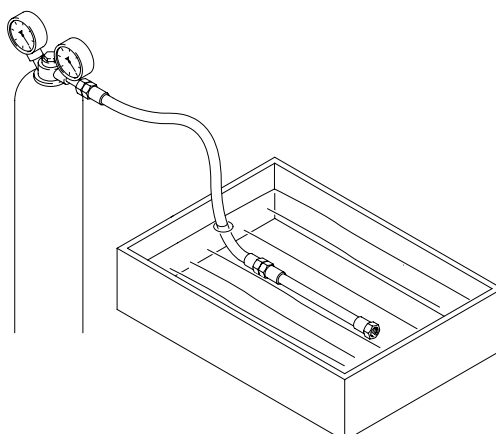

Рис. 4.6
- Закройте шлангопроводы и проверьте на герметичность с помощью азота или сухого сжатого воздуха в водяной ванне (испытательное давление около 35 бар) (см. Рис. 4.6)